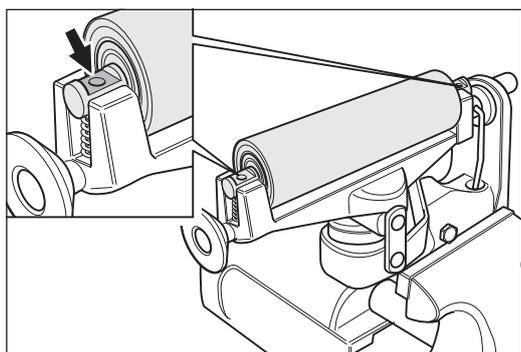
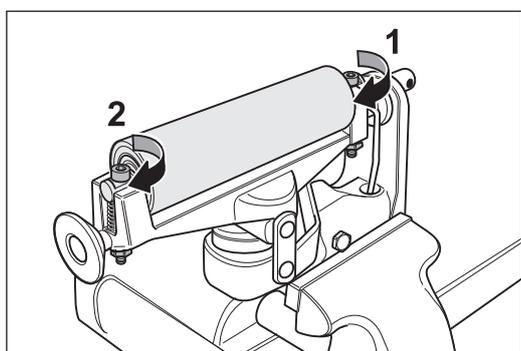
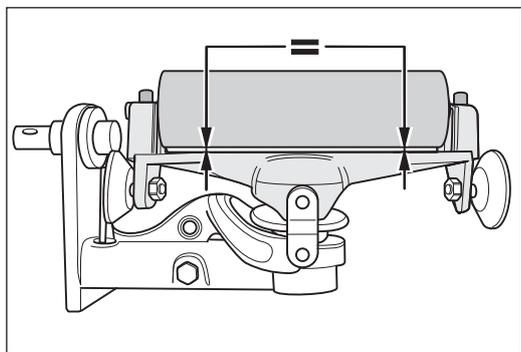

Fig. 43 Inserción del nuevo rodillo tensor, debiendo apuntar hacia arriba las superficies en los extremos del eje.
Fig. 44 Apriete del lado no amortiguado 1 y, a continuación, del lado amortiguado 2, de modo que ...
Fig. 45 ... el resorte tensor quede paralelo a la parte superior del grupo.
- 4 Introduzca el resorte de compresión y el rodillo tensor. ¡Asegúrese de que las superficies en los extremos de eje del rodillo apuntan hacia arriba (Fig. 43)! Apriete firmemente el tornillo del lado del soporte de rodamiento no amortiguado (Fig. 44).
- 5 Gire el tornillo del lado amortiguado del rodillo tensor y apriételo hasta que el rodillo tensor quede paralelo a la parte superior del grupo (Fig. 44 y Fig. 45).